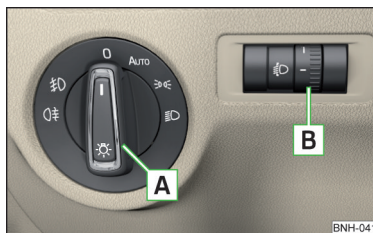

Fig. 39
La autovehiculele cu volanul pe partea dreaptă ordinea aranjării elementelor de comandă diferă parțial față de ordinea prezentată în » fig. 39 la pagina 59. Simbolurile care marchează pozițiile individuale ale elementelor de operare, sunt identice.
În funcție de dotare, comutatorul de lumini **A** » fig. 39 poate fi deplasat în următoarele poziții.
Prin rotirea regulatorului **B** » fig. 39 din poziția **1** în **3** se adaptează treptat înălțimea de luminare a farurilor și astfel este scurtat conul de lumină.
- ✓ Comutatorul de lumini se află în poziția **0** sau **AUTO** » fig. 39 la pagina 59.